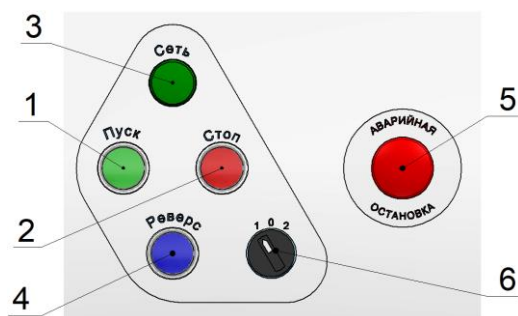

Рис. 2 Пульт управления
4.2. Управление работой мясорубки осуществляется с панели управления, показанной на рис. 2.
Выберите 2 положение на переключателе (6) рис. 2, нажатие кнопки «Пуск» на мясорубке, включит вращение подающего шнека и при помощи толкателя подавайте продукт в загрузочную часть горловины.
В мясорубке предусматривается использование педали управления (с защитной крышкой) в качестве дополнительной опции. Педаль управления активизируется при помощи переключателя (6) рис. 2, имеющего три положения: